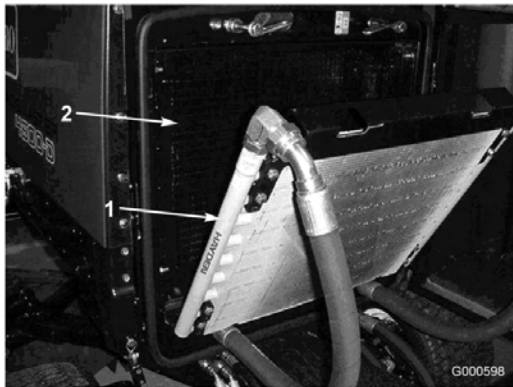

図 53
3. クーラを後ろに傾ける。オイル・クーラとラジエターの裏表を（図 53）圧縮空気で丁寧に清掃する。